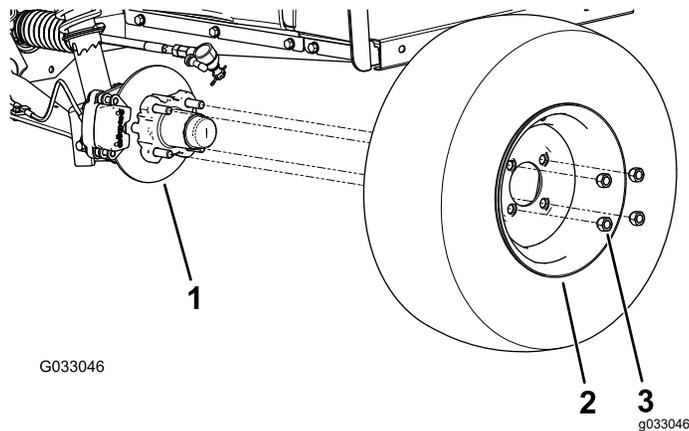

図 28
2. ホイールをハブに固定しているラグナット4個を外す 図 28。
4. ホイールをハブに取りつける。空気バルブを外側に向けて取り付けること 図 28。
5. ラグナットを使用して、ハブにホイールを取り付ける 図 28。